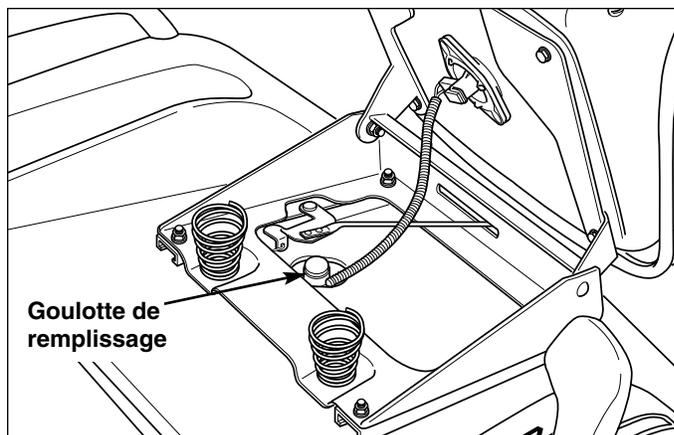

Figure 17. Goulotte de remplissage d'huile de transmission
Il doit y avoir 2,5 à 4 cm d'huile dans le tube. S'il n'y a pas d'huile dans le tube, faire l'appoint en ajoutant quelques centilitres d'huile de transmission Type F à la fois. La goulotte de remplissage d'huile de transmission se trouve sous le siège (voir la figure 17).
3. Verser le fluide de transmission Type F dans la goulotte de remplissage d'huile (voir la figure 17). La contenance est de 5,7 litres.